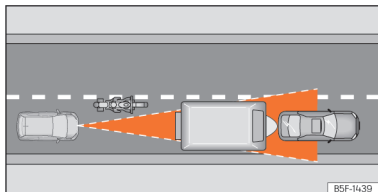

Fig. 138 Motociclo que circula à frente, fora do raio de alcance do sensor de radar.
- Veículos que circulem desalinhados ou fora da zona de deteção do sensor, por exemplo, motociclos >>> **Fig. 138**.